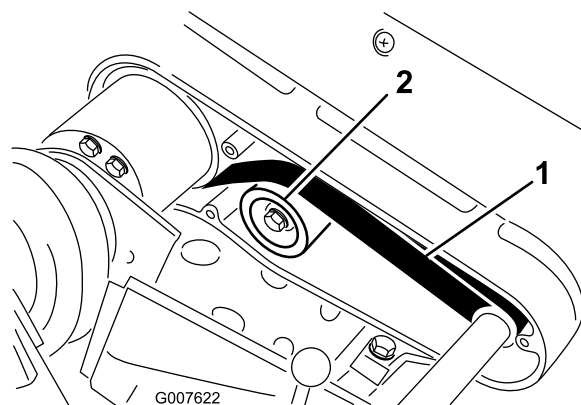

Рисунок 45
- Проверьте натяжение, приложив к ремню посередине между шкивами (Рисунок 45) усилие 22–26 Н.
A. Ослабьте крепежную гайку натяжного ролика и поворачивайте натяжной ролик по часовой стрелке, прижимая к обратной стороне ремня, пока не будет достигнуто требуемое натяжение ремня (Рисунок 45).